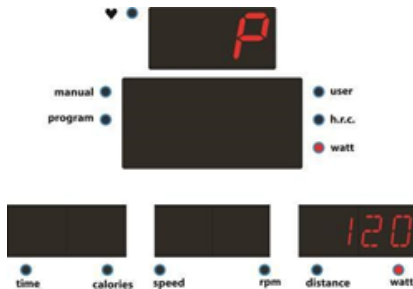

Abbildung 11
2. Benutzen Sie UP/DOWN, um die Watt-Leistung zwischen 10 und 350 in 5W-Schritten einzustellen (Standard-Wert: 120) (Abb. 11) und dann MODE zur Bestätigung.